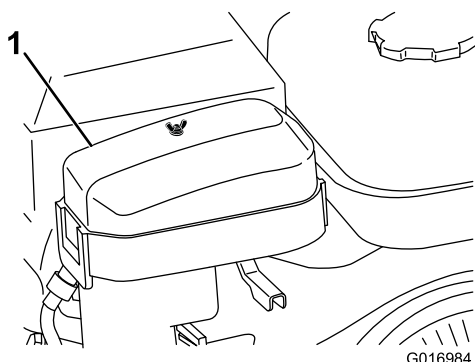

Bild 28
2. Nehmen Sie die Flügelmutter ab, mit der die Luftfilterabdeckung befestigt ist, und nehmen Sie sie ab (Bild 28).